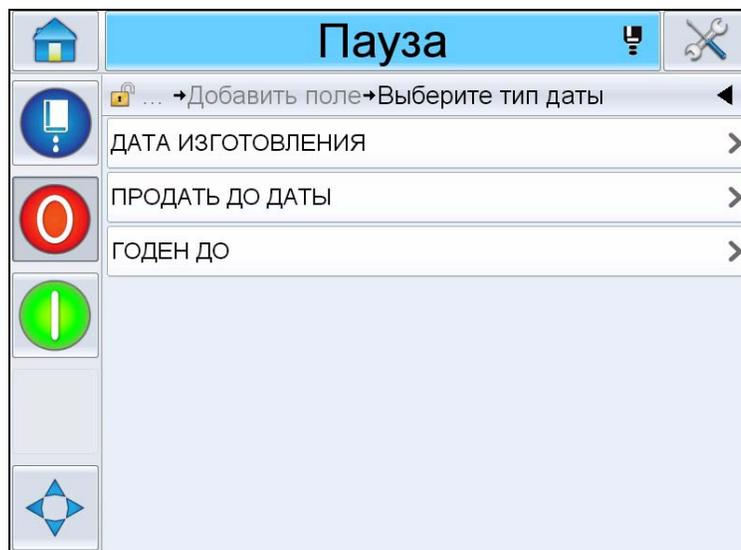

Рис. 5-25: Страница Тип даты
- 4 Выберите поле *Код даты*. Отображается следующая страница (Рис. 5-25).